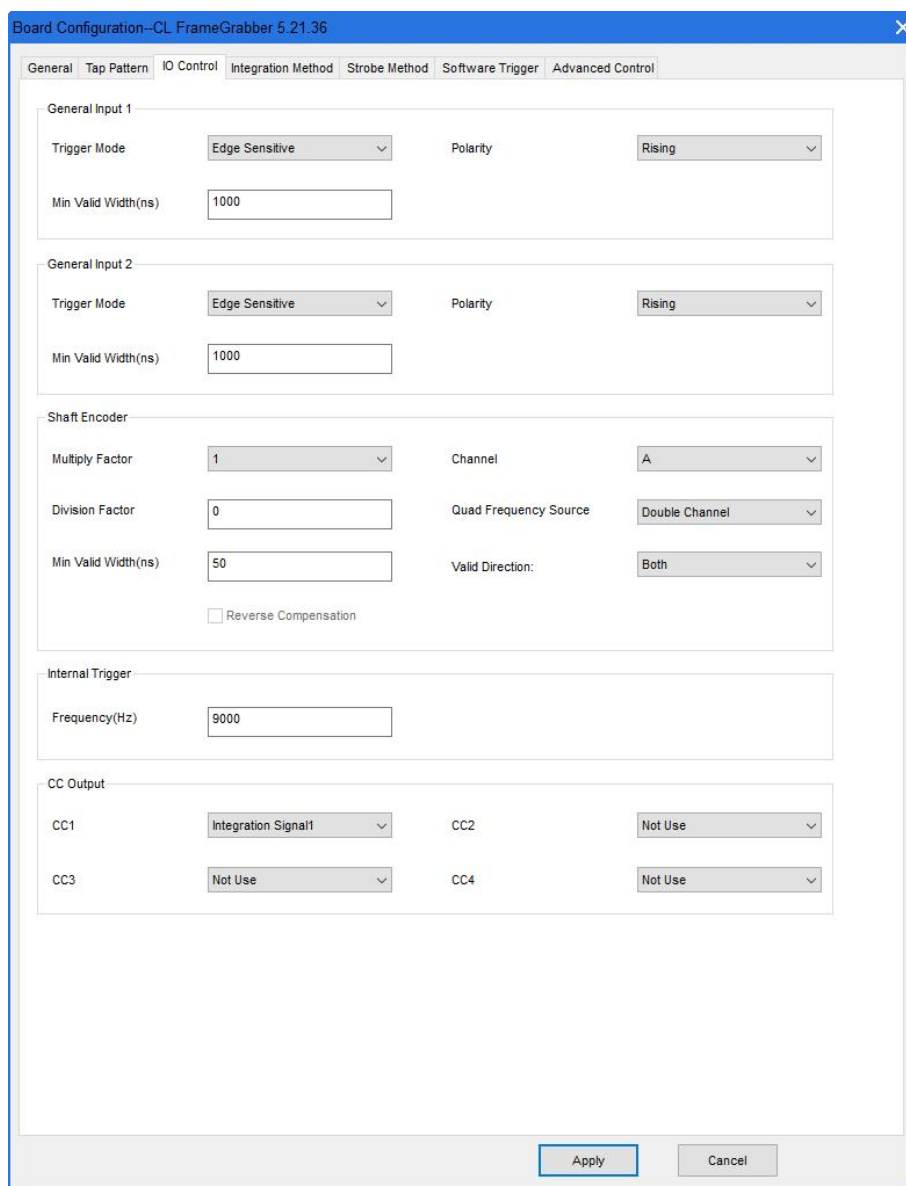

图 30 “IO Control” 界面
(3) 在采集卡参数配置对话框的“IO Control”界面，按图 30 设置“CC Output”。